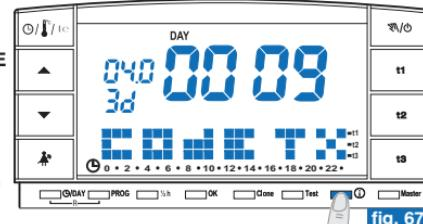

fig. 67
- Dalla videata precedente (fig. 65) premere un'altra volta il tasto ① : sul display apparirà il serial number che viene trasmesso dal cronotermostato ogni volta che avviene una trasmissione dati (esempio in fig. 67).